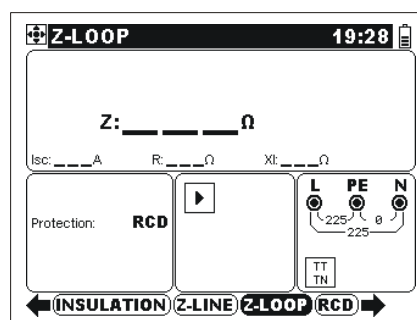

Рисунок 5.18 - Полное сопротивление петли повреждения
- ❑ **Подключите** испытательные провода и испытываемому объекту (см. *рис. 5.18*).